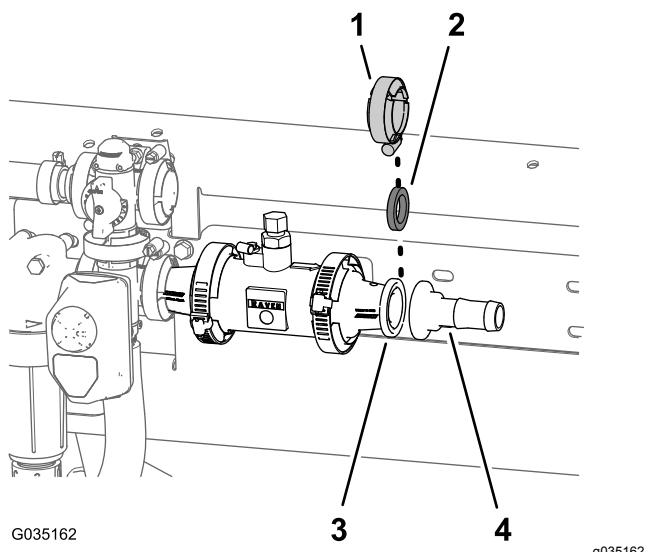

図 56
2. ステップで取り外したガスケット 1-5/16"とバーブ付きのホースフィッティングを、縮径アダプタにセットする 図 56。
3. フランジクランプ 51 mmを使って、ホースフィッティングとガスケット図 56をアダプタに固定する。